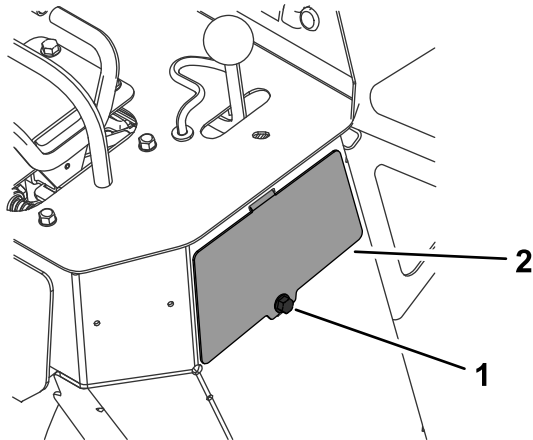

Figure 56
3. Déposez le boulon et le panneau d'accès sur le côté droit de la machine (Figure 56).
5. Remettez le panneau d'accès en place et fixez-le avec le boulon (Figure 56).